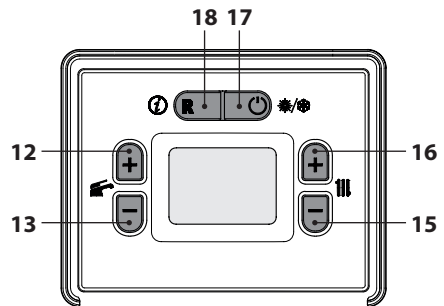

Figura 5.27
- Utilizzando i tasti 15 o 16 (Figura 5.27) è possibile modificare il valore del parametro A52:
- Premendo il tasto 12 o 13 (Figura 5.27) si ottiene la conferma del valore inserito e si ritorna alla lista parametri (Figura 5.28).
- Premendo il tasto 17 (Figura 5.27) si esce dalla "modalità programmazione".